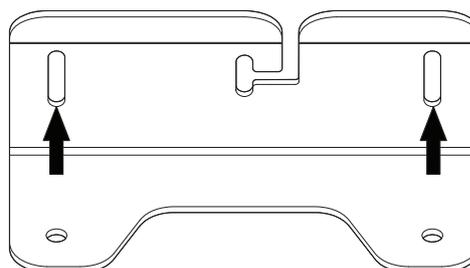

Рис. 64 Продолговатые отверстия углового кронштейна
16. Поднять привод с угловым кронштейном (рис. 64) с помощью автопогрузчика до контакта с нижней стороной продолговатых отверстий (рис. 64). Запрещено поднимать привод непосредственно на вилах автопогрузчика. Сначала нужно установить деревянный блок, например, между опорными поверхностями.
7. Установить вилы автопогрузчика под привод (рис. 64/4).